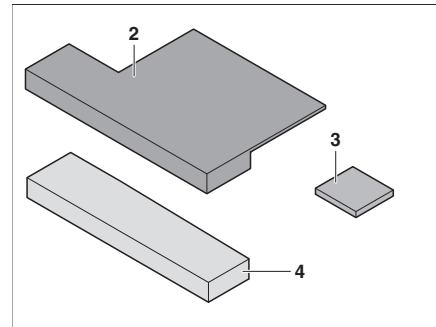

Fig. 190 Cuscino aggiuntivo
- Se presente, applicare il rialzo seduta (Fig. 190,3) sull'imbottitura aggiuntiva (Fig. 190,2) (con velcro).